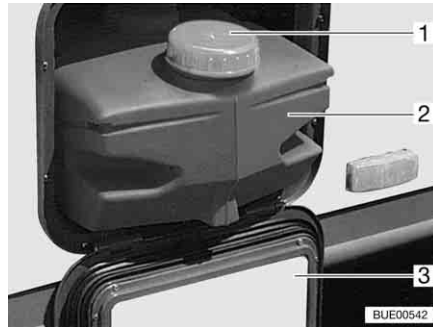

Fig. 145 Serbatoio dell'acqua 22 l
In caso di trasporto chiudere il serbatoio dell'acqua con un coperchio (Fig. 145,1).
- Aprire lo sportello di servizio (Fig. 145,3) (vedi capitolo 6).
- Estrarre il serbatoio dell'acqua (Fig. 145,2).
- Estrarre il serbatoio dell'acqua (Fig. 145,2) e svuotarlo.